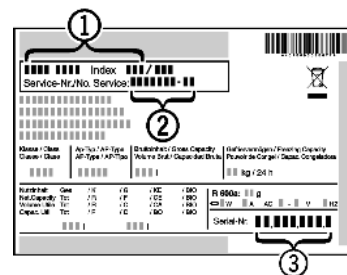

Fig. 13
- Leggere la denominazione dell'apparecchio Fig. 13 (1), il n° assistenza Fig. 13 (2) e il n° di serie Fig. 13 (3) sulla targhetta identificativa. La targhetta identificativa è situata all'interno dell'apparecchio, sul lato sinistro.
- Informare il servizio di assistenza e comunicare il difetto, la denominazione dell'apparecchio Fig. 13 (1), il n° assistenza Fig. 13 (2) e il n° di serie Fig. 13 (3).